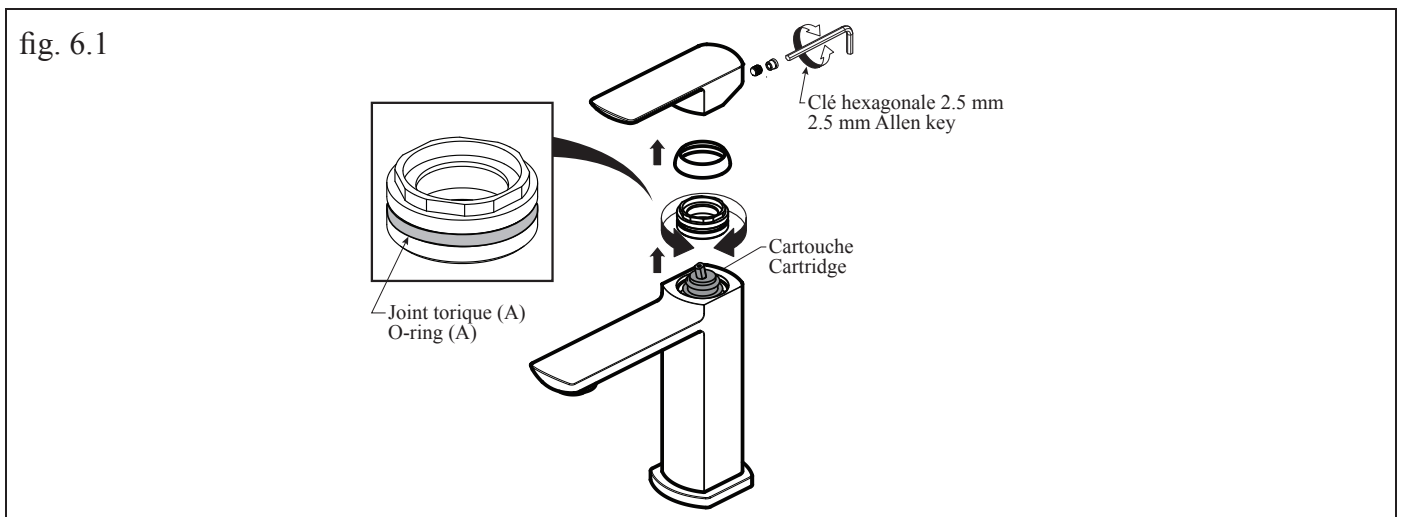

fig. 6.1
- Nettoyer les joints toriques A (fig. 6.1).
- Clean the cartridge o-rings A (fig. 6.1).
- Changer la cartouche si elle est endommagée (fig. 6.1).